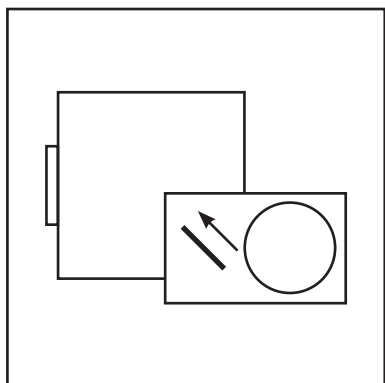

Рис.6
- Заслонка вытяжной трубы ставится под угол 45° (Рис.6).